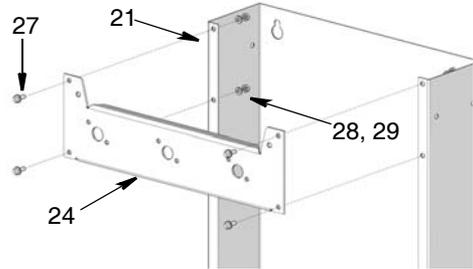

**FIG. 5**
1. Fixez l'enveloppeur du distributeur (21) pour vidanger le bac (22) en utilisant les vis (27), rondelles d'arrêt (28) et écrous (29) et les orifices existants. Serrez les écrous fermement. (Voir FIG. 5).